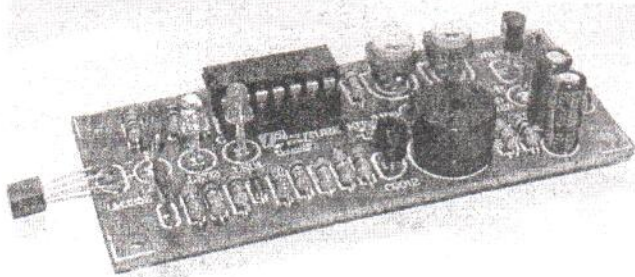
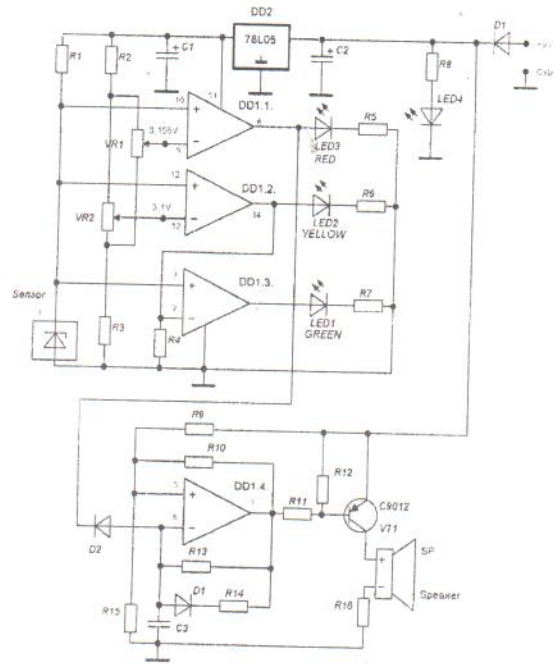

Рис.1 Общий вид устройства
Рис.2 Схема электрическая принципиальная
Конечно, данное устройство не может заменить привычный медицинский термометр, однако с его помощью можно быстро оценить состояние пациента и принять решение о дальнейшей диагностике и лечении. Общий вид термометра в собранном виде показан на рис.1, схема электрическая принципиальная – рис.2.
- Термодатчик можно смонтировать и непосредственно на печатную плату (как показано на рис.1.), так и вывести его за пределы платы двумя проводниками длиной не более 30 см. Соблюдайте полярность при монтаже термодатчика!